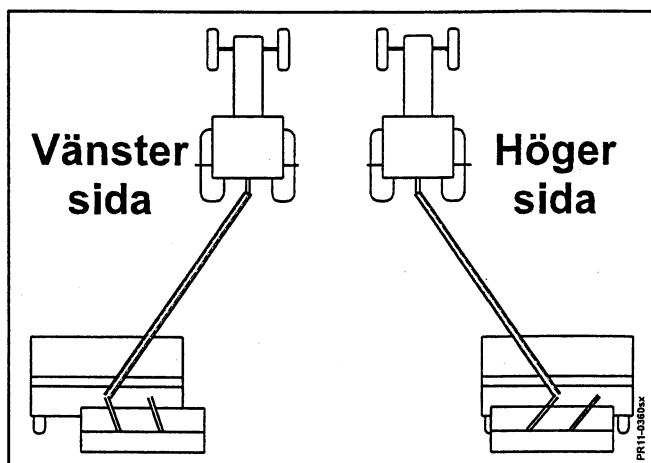

Fig. 3-6
- 1) Maskinen svängs ut till **vänster** om traktorn (Fig. 3-6).
3. Sväng över maskinen till **höger** sida (Fig. 3-6).